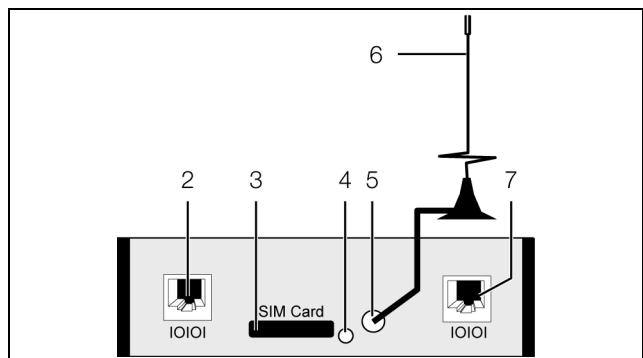

Abb. 9: Rückseite der LTE-Unit
- Drücken Sie den Taster zum Auswerfen der SIM-Karte (Abb. 9, Pos. 4). Die SIM-Kartenhalterung wird aus dem Einschub ausgeworfen (Abb. 9, Pos. 3).
- Schrauben Sie die Antenne am entsprechenden Anschluss hinten an der LTE-Unit auf (Abb. 9, Pos. 5).
- Verbinden Sie die LTE-Unit über ein RJ 12-Verbindungskabel mit der CMC III Processing Unit (Abb. 9, Pos. 2 oder Pos. 7).